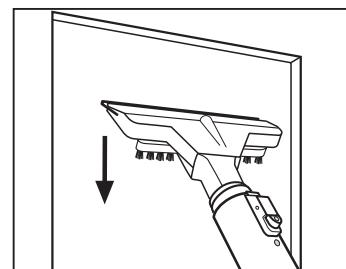

Fig. 11
- appuyer la racle en caoutchouc sur la surface et aspirer l'eau présente en effectuant des mouvements rectilignes verticaux vers le bas (**Fig. 11**).